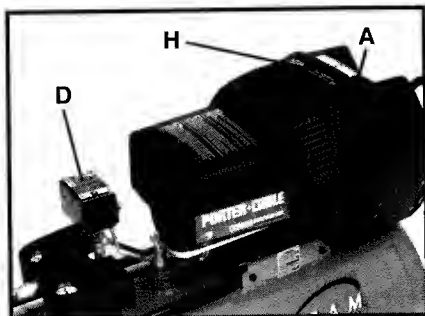

Fig. 1
Pompe du compresseur d'air (A) Fig. 1 : Pour comprimer l'air, les pistons montent et descendent dans les cylindres. À la descente, de l'air est aspiré par les soupapes d'admission. Les soupapes d'échappement restent fermées. Quand le piston remonte, l'air est comprimé. Les soupapes d'admission se ferment et l'air comprimé est expulsé par les soupapes d'échappement.
Manostat (D) Fig. 1 : Le manostat met automatiquement le moteur en marche lorsque la pression du réservoir chute sous la pression d'« enclenchement » établie en usine. Il arrête le moteur lorsque la pression du réservoir d'air atteint la pression de « déclenchement » établie en usine.
Filtre d'admission d'air (H) Fig. 1 : Le filtre est conçu pour purifier l'air entrant dans la pompe. Il doit toujours rester propre et exempt d'obstructions. Dévissez les deux vis de retenue du couvercle en sens anti-horaire pour le retirer et exposer l'élément filtrant.
2. Inspectez le filtre d'admission d'air (H) Fig. 1. Nettoyez ou remplacez au besoin.